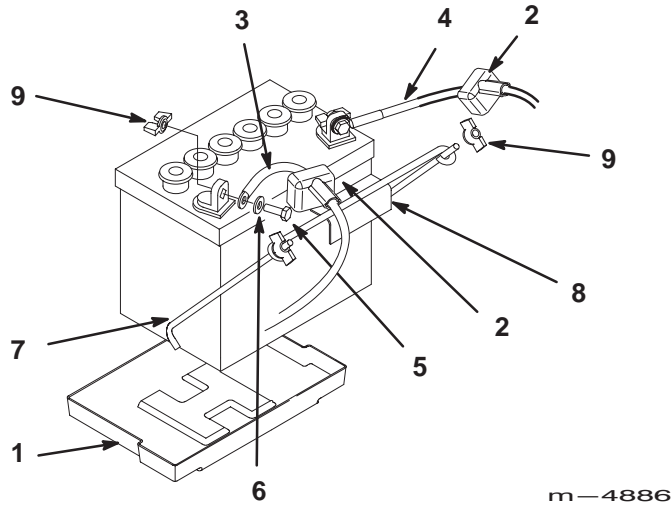

Bild 5
2. Stellen Sie die Batterie so auf ihre Standfläche, dass die Klemmen in Richtung Motor weisen (Bild 5).
3. Sichern Sie die Batterie mit zwei Stützstangen, einer Klemmleiste und zwei Flügelmuttern (1/4") ab. Führen Sie die Stützstangen in die Befestigungslöcher ein (Bild 5). Ziehen Sie die Flügelmuttern so fest, dass die Batterie sicher in ihrer Einbaulage gehalten wird und nicht rutschen kann. **Nicht zu fest ziehen.**